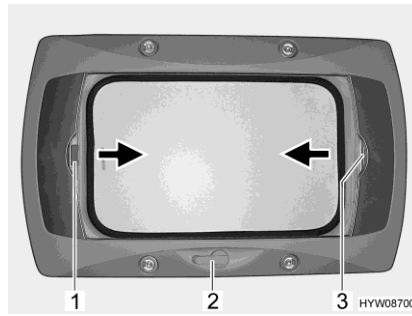

Fig. 83 Claraboya de manivela
- Abrir:** ■ Girar la manivela (Fig. 83,2) hasta que se note resistencia.
- Cerrar:** ■ Tirar del tirador (Fig. 83,3) del estor plegable en dirección de la flecha y soltarlo en la posición deseada. El estor plegable se queda fijo en esta posición.
- Cerrar:** ■ Tirar del asidero (Fig. 83,1) de la mosquitera enrollable en la dirección de la flecha hacia el asidero opuesto del estor plegable (Fig. 83,3) y hacerlo engatillar.
- Abrir:** ■ Presionar el tirador de la mosquitera enrollable (Fig. 83,1) por la parte de atrás hacia arriba y desengancharla del estor plegable (Fig. 83,3).